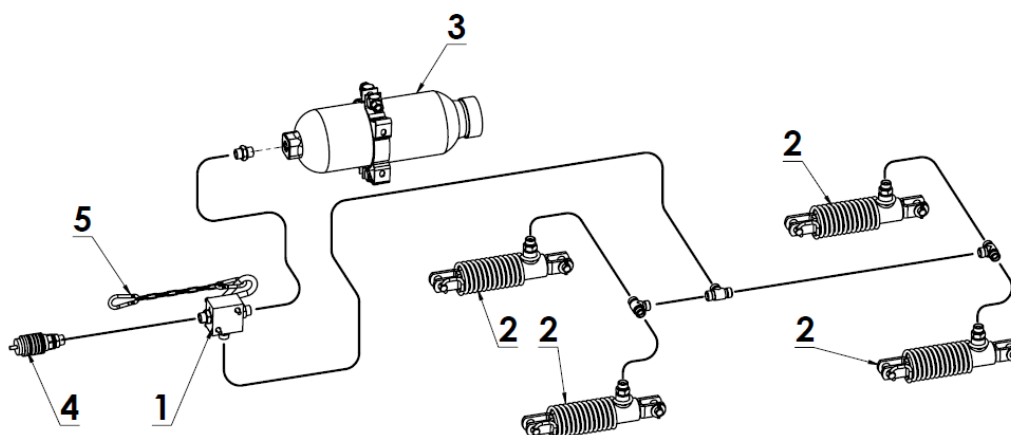

Рисунок 9-й Однопроводная гидравлическая тормозная система:
- гидравлическая однопроводная тормозная система (рисунок 9),
При желании навозоразбрасыватель может быть оснащен гидравлической 1-проводной тормозной системой (рис. 9). Тормоз приводится в действие с места водителя путем нажатия на педаль тормоза трактора. Тормоз навозоразбрасывателя питается и приводится в действие непосредственно от гидравлической тормозной системы трактора. В случае непреднамеренного отсоединения навозоразбрасывателя от сцепного устройства трактора, аварийный клапан (1) через цепь (5) приводит в действие тормоза машины.